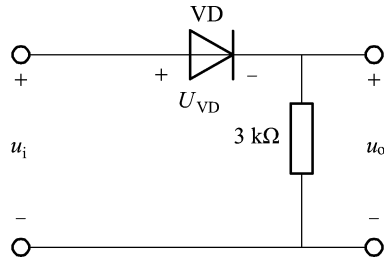

图 1.2.2
- 在如图 1.2.2 所示电路中，已知输入电压 $u_i = 5 \sin \omega t$ (V)，设二极管的导通电压 $U_{\text{on}} = 0.7$ V。请分别画出它们的输出电压波形和传输特性曲线。